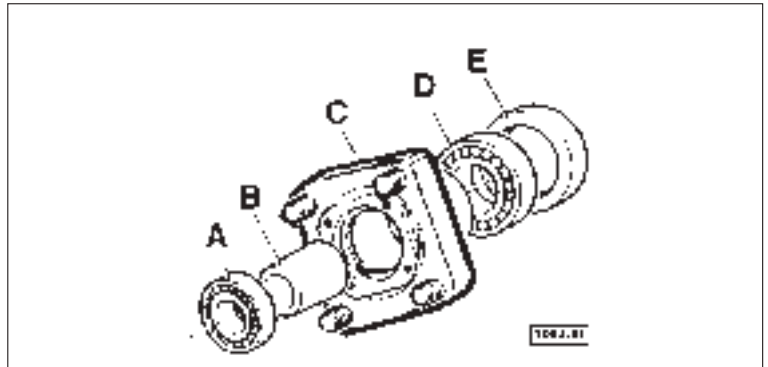

Fig. 19 - Éléments constitutifs du moyeu de roue.
- A l'aide de l'extracteur approprié, déposer le roulement à billes avant **A**, et la bague d'étanchéité **B** (Fig. 19).
- En faisant levier, sortir la bague d'étanchéité **E**, puis par l'intermédiaire d'un extracteur déposer le roulement à billes arrière **D** (Fig. 19).